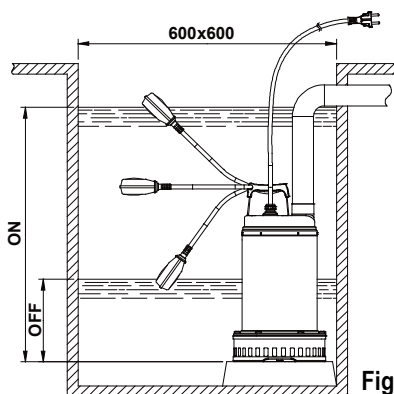

Fig.1
- 4.1 Si el fondo del pozo donde la bomba deberá trabajar estuviera muy sucio, es conveniente instalar un soporte para apoyar la bomba y evitar así que se obstruya (Fig.1).